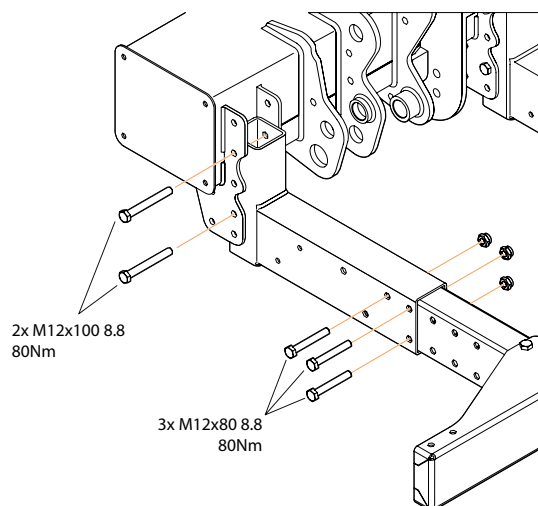

Bild 51. Montering av underkörningsskydd
1. Montera den inre delen av respektive konsol, de kan monteras i fyra olika höjdlägen. Välj ett höjdläge som ger en position som uppfyller de lagstadgade kraven, se avsnitt "3.2 Lagstadgade mått" på sida 9. Använd tillhörande skruv M12x100. Montera utan att dra åt skruvarna, se Bild 51.
Använd tillhörande skruv M12x80. Montera utan att dra åt skruvarna. Se Bild 51.